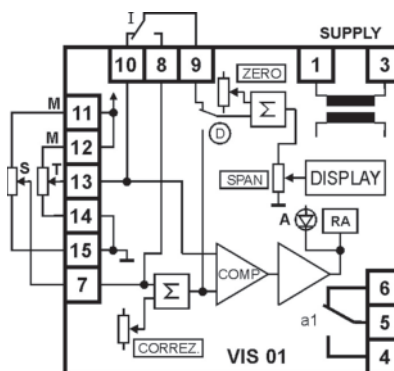

Fig.1
Mediante CORREZIONE é possibile correggere (diminuire) il valore di SET per compensare l'inerzia del sistema. (vedi fig. 1).
Il deviatore D in fig. 1, che permette di visualizzare il valore set + correz non é normalmente equipaggiato, per cui il
The regulation CORREZ is used to decrease the SET value in view of compensating the system inertia (see fig. 1).
The deviator D (see fig. 1), used to display the value set + correz is equipped only on request. Therefore in
Vedere fig. 1.
**INSTALLATION :** See fig. 1.